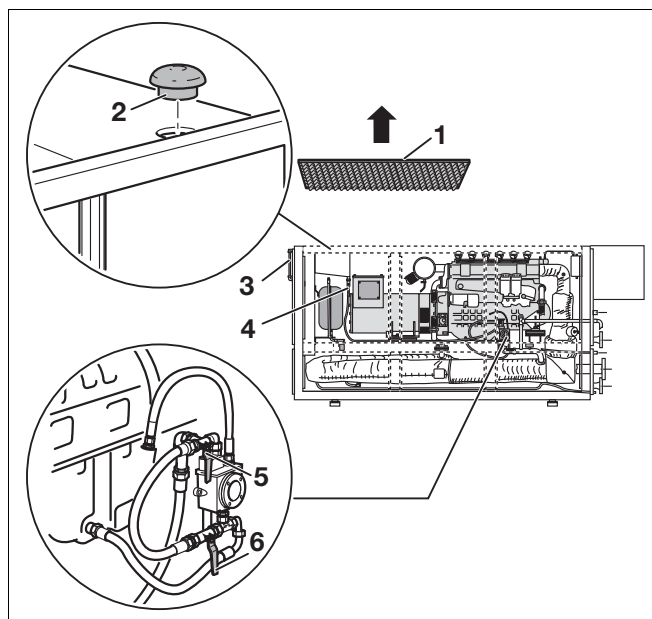
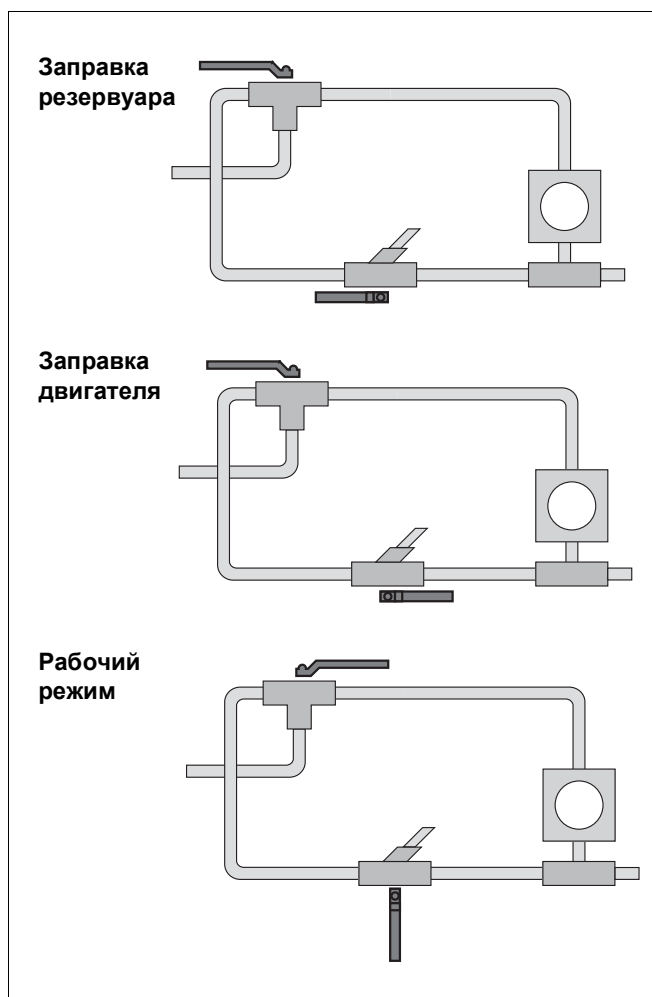

Рис. 18 Дополнительный резервуар для свежего масла и автоматика системы смазки (пример: Loganova E 1306 DN-100)
Рис. 19 Установка запорных кранов на приборах автоматики системы смазки при внешнем заполнении маслом
- Снять верхнюю переднюю шумопоглощающую крышку (рис. 18, поз. 1).
- Залить смазочное моторное масло в дополнительный резервуар для свежего масла через штуцер для наполнения (рис. 18, поз. 2).
- Проверить уровень масла в дополнительном резервуаре через смотровое стекло, расположенное на передней стороне модуля (рис. 18, поз. 3).
- для дополнительного резервуара со свежим маслом: "ОТКР" (рис. 18, поз. 4),
- для приборов автоматики системы наполнения: "Рабочий режим" (рис. 18, поз. 5 и 6, а также рис. 19).
- Для приборов автоматики системы наполнения: "Заправка двигателя" (рис. 18, поз. 5 и 6, а также рис. 19)
(рис. 18 на странице 25, **поз. 4**),
(рис. 18 на странице 25, **поз. 5 и 6**, а также рис. 19).
- Проверить уровень масла в дополнительном резервуаре через смотровое стекло, расположенное на передней стороне модуля (рис. 18 на странице 25, **поз. 3**).